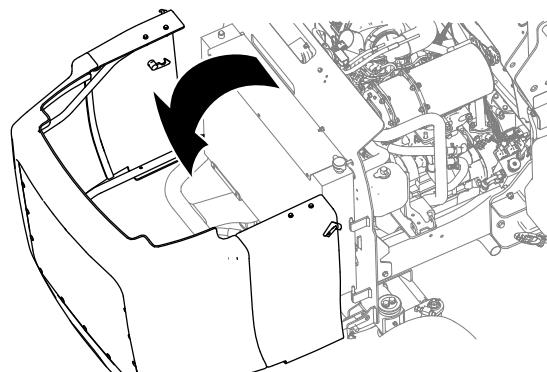

Figura 67
5. Sbloccate e aprite il cofano (Figura 67).